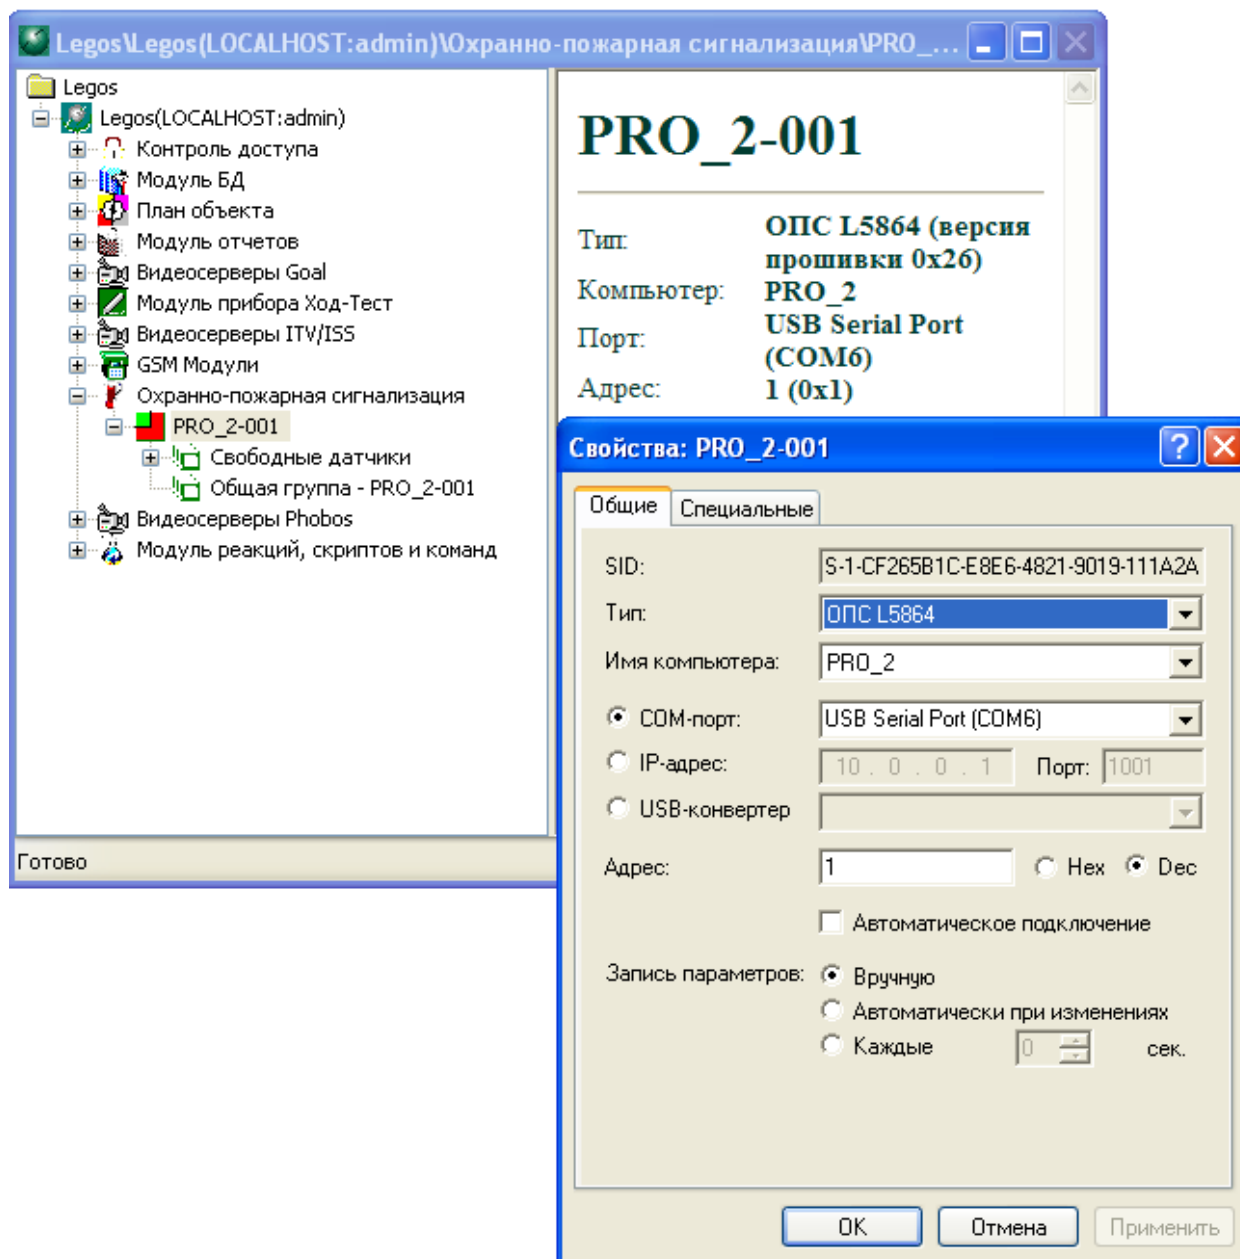

Рисунок 1. Вкладка «**Общие**» окна «**Свойства [Имя контроллера]**» ПО Legos с адресами контроллера и порта ПК, к которому он подключён.
Необходимо определить адрес контроллера в системе и адрес порта, к которому контроллер подключён. Эти данные содержатся во вкладке «**Общие**» окна «**Свойства [Имя контроллера]**» ПО **LEgos**. В примере на рис. 1 порт имеет адрес **6** (USB Serial Port (COM6)) в поле **COM-порт:**, а контроллер адрес **1** (поле **Адрес:**).
- Если контроллер подключён через виртуальный COM-порт, то в выпадающем списке поля **Порт** следует выбрать номер порта к которому подключен контроллер. В примере на рис. 4а выбрано **6**, потому что контроллер присоединён к виртуальному порту USB Serial Port (COM6) (см. рис. 1).
После возврате в ПО **Legos** необходимо до подключения контроллера указать его новый изменённый адрес в поле **Адрес:** вкладки «**Основные**» окна «**Свойства [Имя контроллера]**» (см. рис. 1).